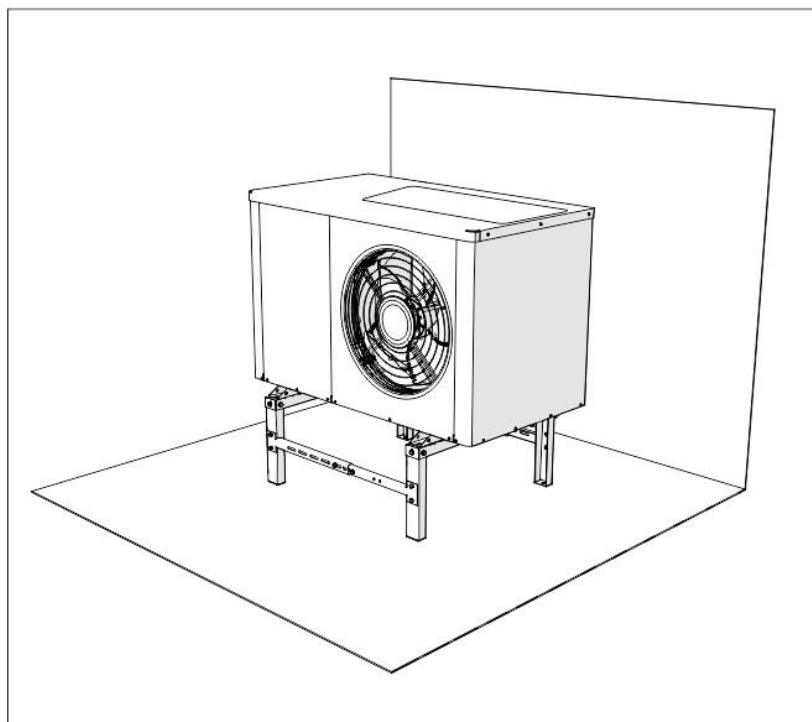

Abbildung 6. Montage der Wärmepumpe auf einem Stahlträger
- Der Luftein- und -auslassbereich darf in keiner Weise eingeschränkt werden. Die erforderlichen Installationsabstände zu Hindernissen sind in Abbildung 6 dargestellt.